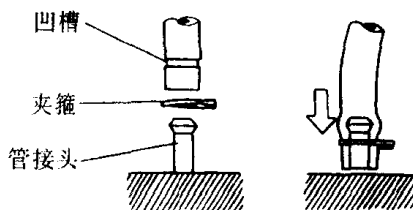

图 1-5 软管的安装
19. 安装软管类零件时应将它插到管接头的底部。带有夹箍的软管组件，装配时应将夹箍嵌入到软管的凹槽处，如图 1-5 所示。